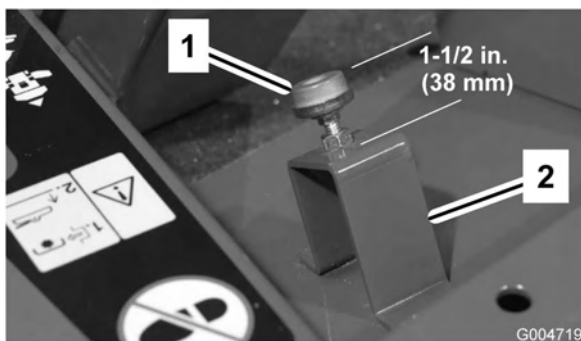

Figura 68
2. Verifique o ajuste do batente do pedal de tracção. A distância entre a posição de repouso e o topo do batente tem de ser de 38 mm (Figura 68). Desaperte as porcas e efectue os ajustes necessários.